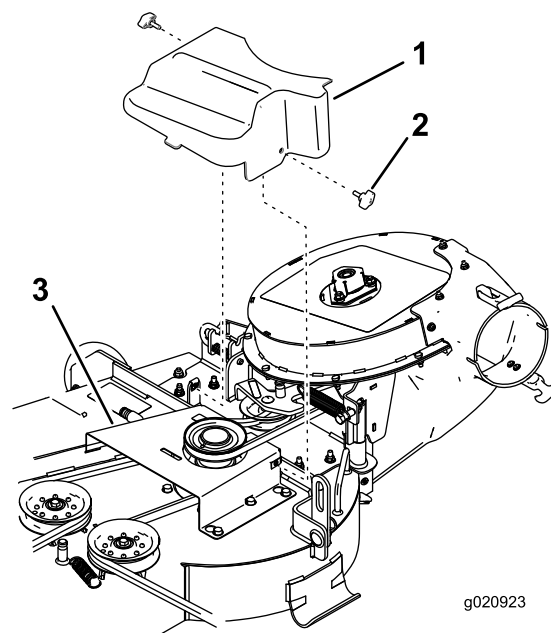

Figure 19
9. Fixez le couvercle de courroie en plastique au support de ventilateur et le couvercle de courroie métallique avec 2 boutons (Figure 19).